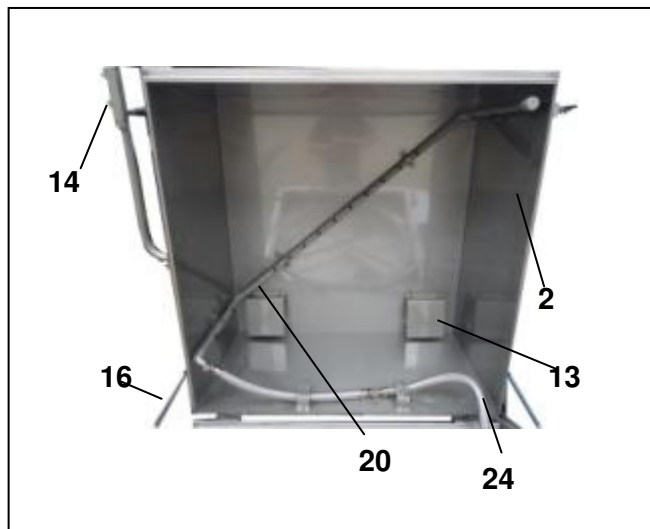

Fig. 3
- Durante l'apertura e la chiusura del coperchio possono manifestarsi forze disomogenee! All'apertura e alla chiusura accompagnare dunque il coperchio impugnando la maniglia tutto attorno al bordo. (Vedere fig. 3 e 4, pos. 15.). Dopo aver chiuso il coperchio dell'impianto assicurarsi che sia in posizione corretta e bloccato adeguatamente.
- Per evitare l'evaporazione del liquido di lavaggio durante l'inattività dell'impianto, raccomandiamo di tenere chiuso il coperchio della vasca (2) e di bloccarlo con l'ausilio dell'apposita leva (14). Tuttavia, se si lavano pezzi in alluminio o magnesio, occorre lasciare aperto il coperchio (2) con l'impianto fermo e rimuovere dalla vasca eventuali residui (trucioli, schegge).